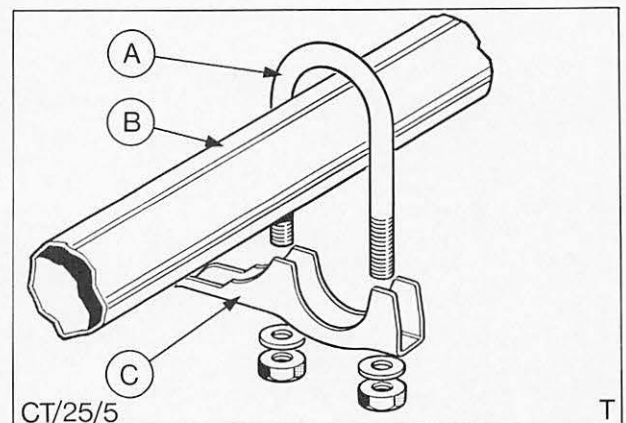

Abb. 5 A = U-Bolzen
6. Beide Muttern entfernen und vorderen Auspuffhalter abbauen, Abb. 5.